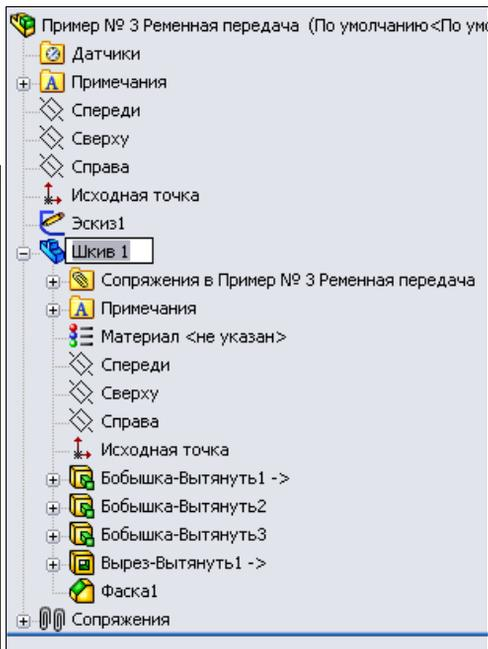

Рис. 6.74
11. Теперь переименуем построенную деталь, т. к. имя [Деталь1^Пример № 3 Ременная передача]<1> не удобно для дальнейшего использования. Для этого выделим в Дереве Конструирования строку с именем детали, щелкнем по ней правой кнопкой мыши и в контекстном меню активизируем команду **Переименовать деталь**. Введем новое имя детали — Шкив 1 (рис. 6.74).